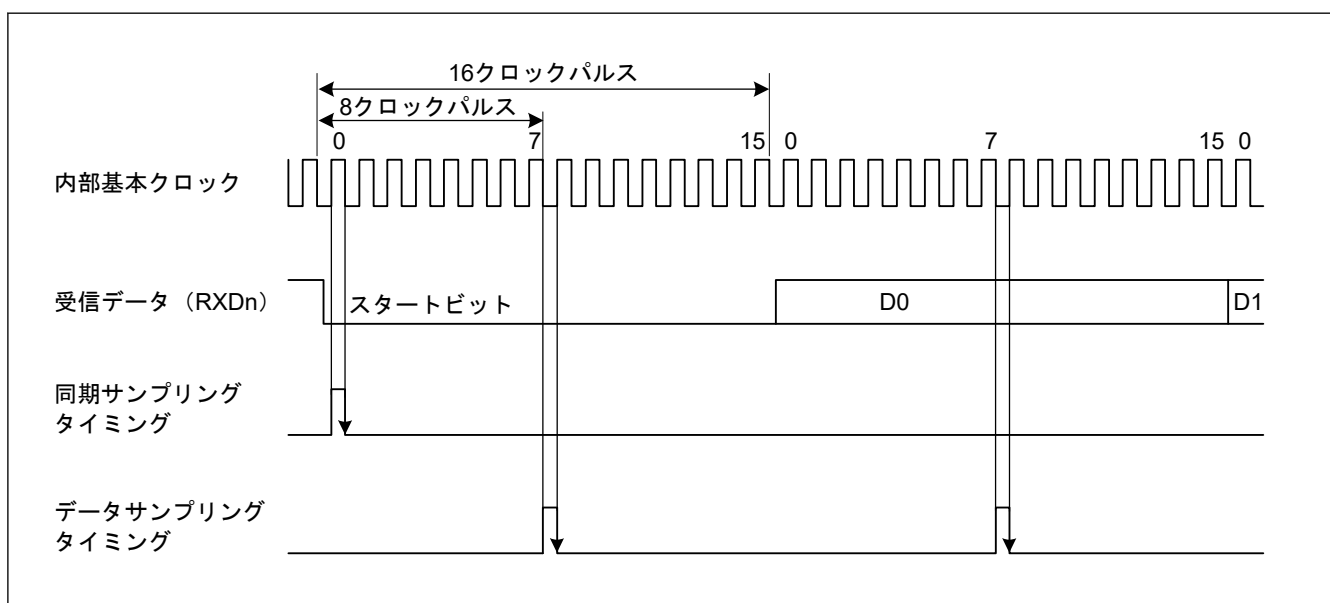

図 27.7 調歩同期式モードでの受信データサンプリングタイミング
また、図 27.7 に示すように、受信データは基本クロックの 8 パルス目^(注1)の立ち上がりエッジでサンプリングされるため、各ビット（サンプリング時間を調整しない場合（SPTR.ASEN = 0））の途中でデータが取り込まれます。調歩同期式モードでの受信マージンは以下の式 (1) のように表すことができます。
スタートビットの決定条件は、Low 状態がビットの中間点より後ろまで続くことです。サンプリングタイミングと同様です。図 27.7 では、スタートビットを検出するためには Low 状態が 8 サイクルより長く続く必要があります。Low 状態が 8 サイクルより長く続かなかった場合は、IP はこれをノイズと判断します。したがって IP はスタートビットの受信待機をしません。